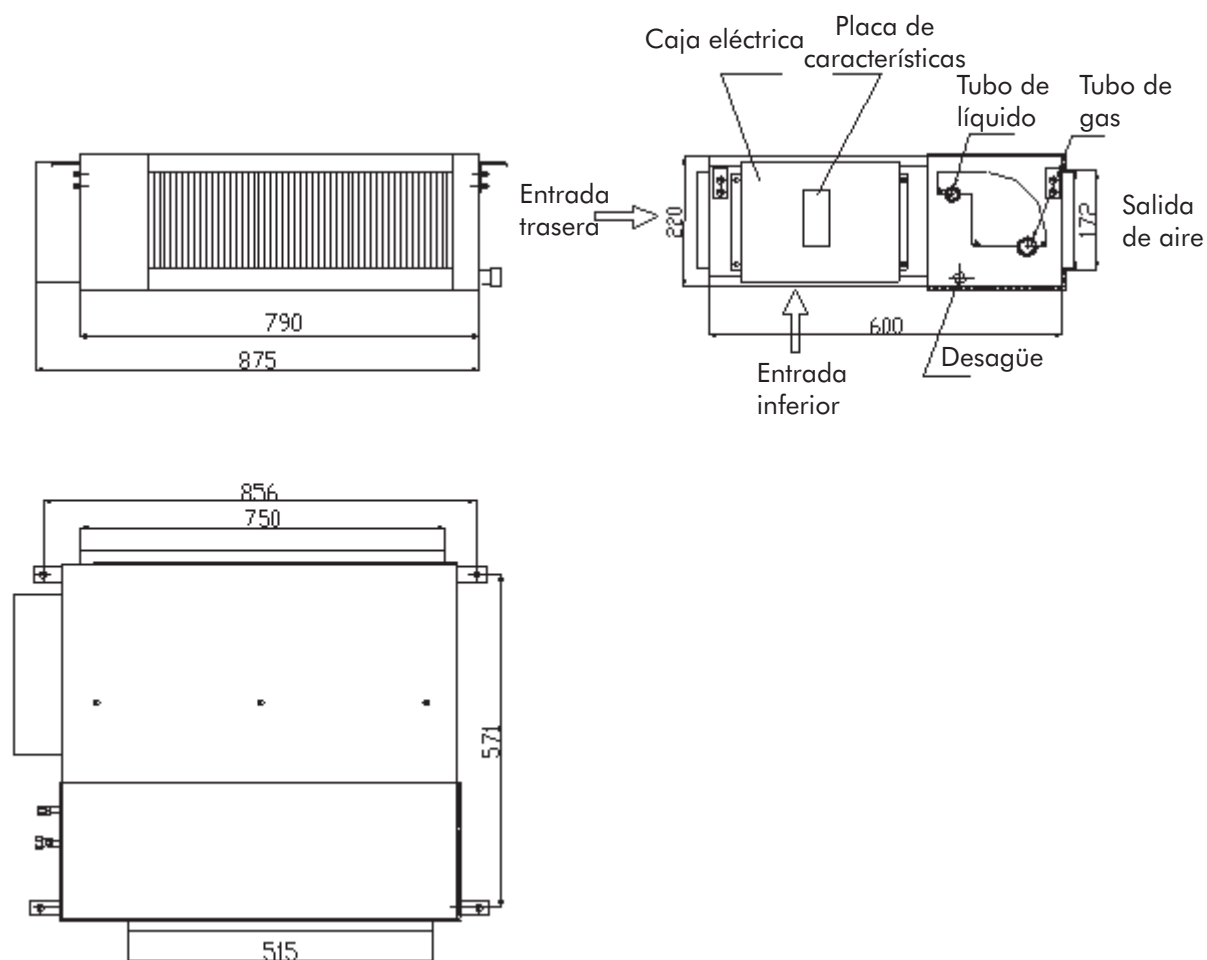
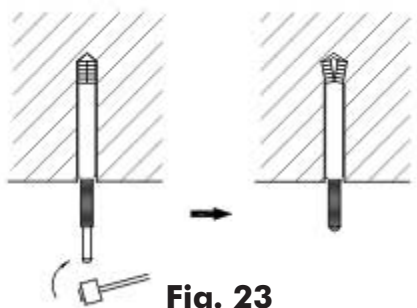

Fig. 19
Fig. 23
Fig. 19 bis
- A.** Inserte el tornillo de M10 en los orificios taladrados y insertelo completamente con la ayuda de un martillo. La distancia de los tornillos se muestra en la Fig. 19 y los anclajes se muestran en la Fig. 23.